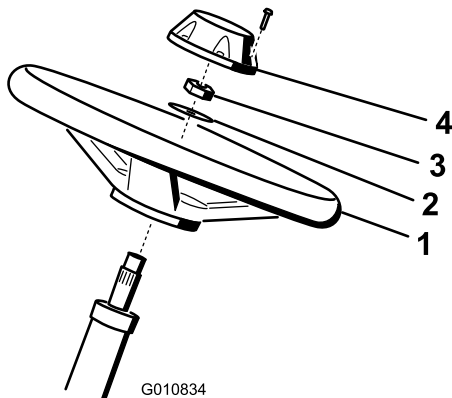

Bild 5
1. Schieben Sie das Lenkrad auf die Lenkwelle (Bild 5).
2. Schieben Sie die Scheibe auf die Lenkwelle (Bild 5).
3. Befestigen Sie das Lenkrad mit der Klemmmutter an der Welle und ziehen sie auf 27 bis 35 Nm an (Bild 5).
4. Montieren Sie den Deckel mit der Schraube am Lenkrad (Bild 5).